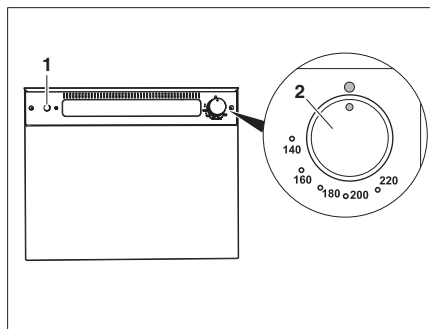

Fig. 312 Forno a gas (Thetford)
- Premere leggermente il pomello girevole (Fig. 312,2) e ruotarlo in senso antiorario portandolo in una posizione a piacere.
- Premere l'interruttore di accensione (Fig. 312,1) finché la fiamma non si accende.
- Ruotare il pomello girevole (Fig. 312,2) portandolo in posizione "O". La fiamma si spegne.